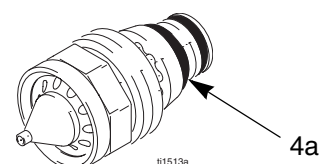

Fig. 21. Joint torique conducteur de la buse
5. S'assurer que le contact métallique (C) à l'intérieur du canon, le contact annulaire de la buse (4a, Fig. 21) et les contacts de l'électrode (E) sont bien propres et en bon état.